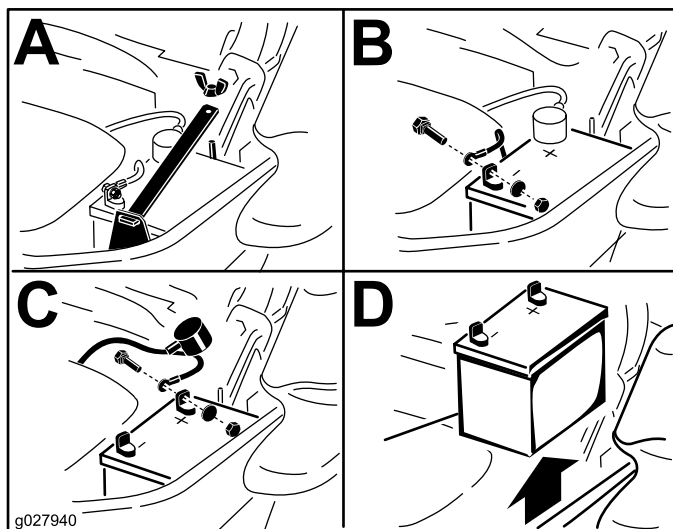

Figura 61
3. Desconecte el cable negativo (negro) de la batería del borne negativo (-) de la batería (Figura 61).
4. Retire la cubierta de goma roja del borne positivo (+) de la batería y retire el cable positivo (rojo) (Figura 61).
5. Retire la tuerca de orejeta que sujeta la abrazadera de la batería (Figura 61).
6. Retire la abrazadera (Figura 61).
7. Retire la batería (Figura 61).
1. Coloque la batería en la bandeja, con los bornes frente al depósito hidráulico (Figura 61).
4. Fije los cables con 2 pernos, 2 arandelas, y 2 contratuerzas (Figura 61).
6. Instale la abrazadera y sujétela con la tuerca de orejeta (Figura 61).